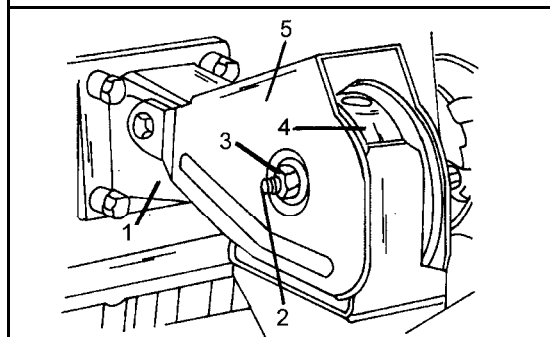

Bild 16
- Die nächsten Arbeiten unter Bezug auf Bild 16 durchführen. Die Schraube (2) aus dem hinteren Motorträger (1) im Motorlager (4) herausdrehen. Die selbstsichernde Mutter (3) muss beim Einbau immer erneuert werden. Auf die Einbaulage des Wärmeschutzbleches (5) achten.